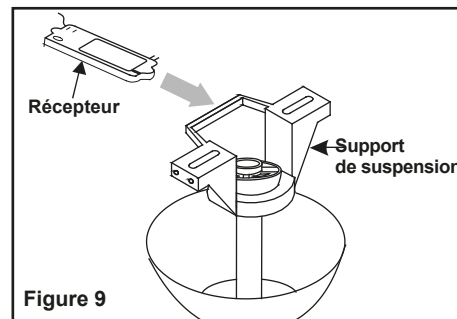

Figure 9
Étape 1. (Fig. 9) Insérez le récepteur dans le support de fixation en vous assurant que le côté plat du récepteur fait face au plafond.